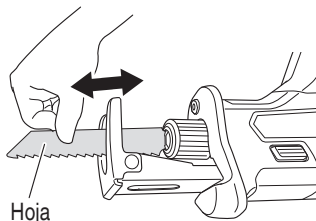

Fig. 9
- (3) Con la mano, tire de la hoja de sierra hacia atrás dos o tres veces y verifique que la hoja esté firmemente instalada. (Fig. 9)